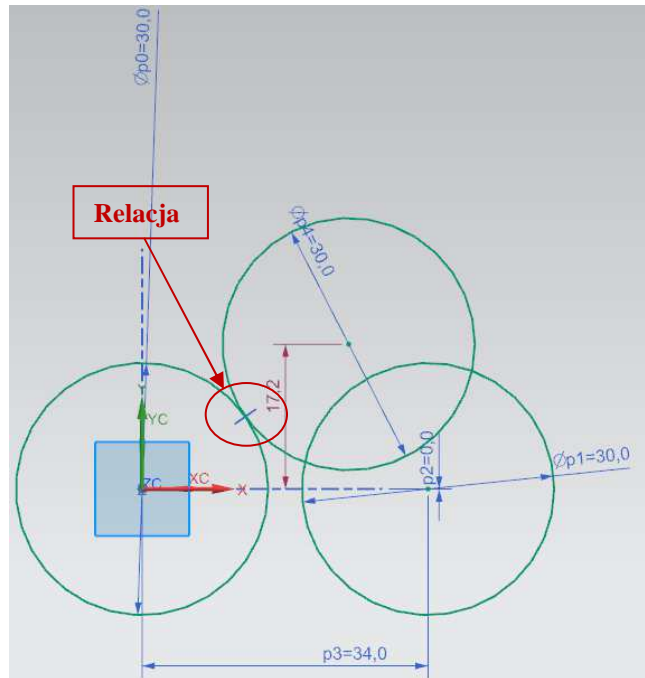

Rys. 3.42. Szkicownik – rysunek trzech okręgów
- stworzyć w dowolnym miejscu kolejny okrąg o średnicy 30 mm (rys. 3.42),